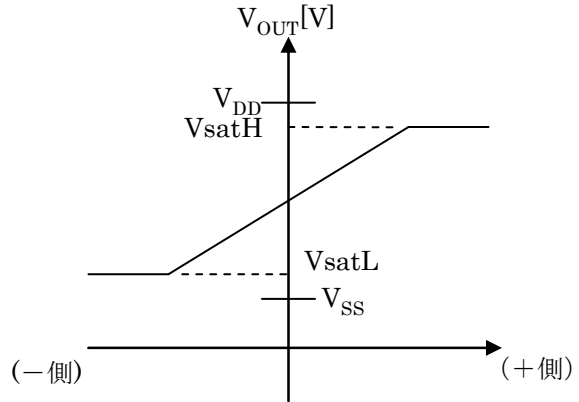
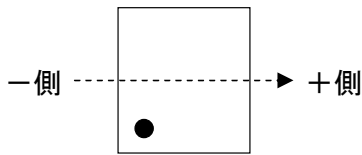

Fig.3 磁石移動距離に対する VOUT の変化
Fig.2 磁石移動方向の定義
- Fig.2 のようにインデックスマークを左下に配置した状態で磁石を左(−側)から右(+側)に移動させた場合出力が増加する(Fig.3)